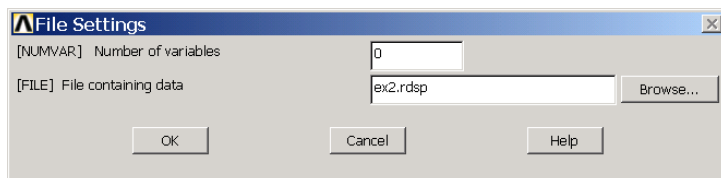

图10.39 读取数据文件
(18) 单击 Main Menu>Solution>Solve>Current LS 菜单，进行求解。求解完毕后单击 Main Menu>Finish 菜单。
(19) 下面进行结果查看。单击 Main Menu>TimeHist Postpro>Settings>File 菜单，弹出如图 10.39 所示的【File Settings】对话框。在【Number of variables】文本框中输入【0】，在【File containing data】文本框中输入【ex2.rdsp】然后单击【OK】按钮。